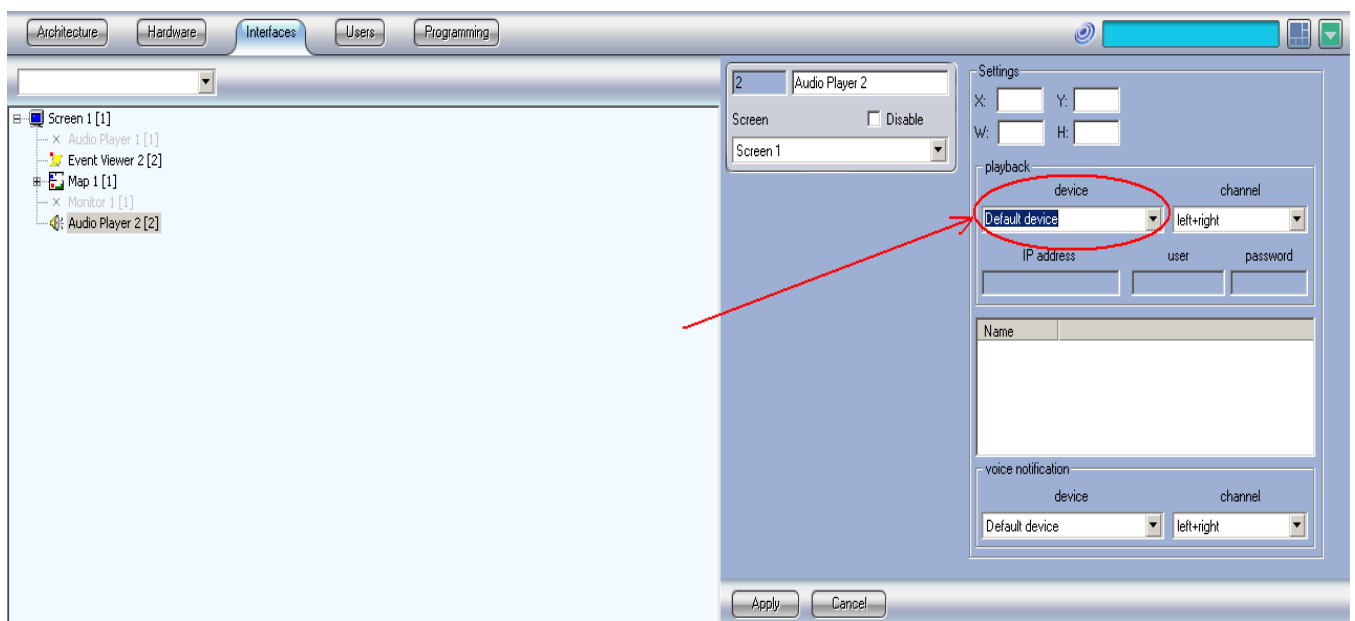

fig. 47
- Set the default audio card in the “device” parameter (fig. 47);